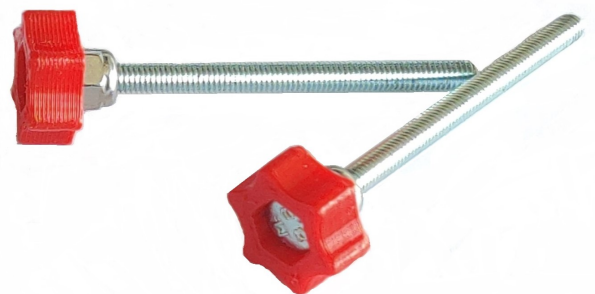

Abb. 4: Fertig zusammengesetzte Schraube
- (1) Schieben Sie den 03A_RE_V*_ADJUSTING_SCREW_HEAD mit der hexagonalen Öffnung zuerst auf die AUßENSECHSKANT-SCHRAUBE, M3X40.
- (2) Drehen Sie dann die SCHRAUBMUTTER, SELBSTSICHERND, M3 auf die Schraube, sodass sie den roten Schraubenkopf festhält (Abbildung 4).
- (3) Wiederholen Sie diese Schritte nochmal, um eine zweite Stellschraube herzustellen (Abbildung 4).